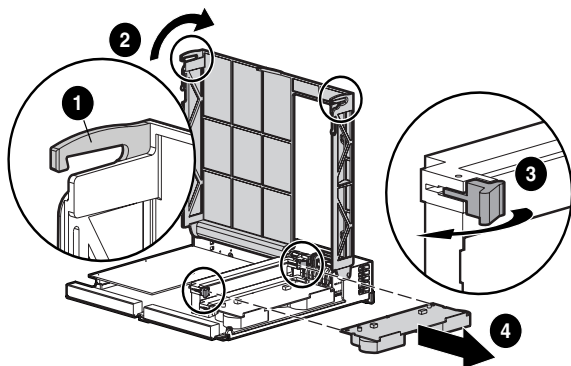

図 3: キャッシュ モジュールの取り外し
注記： 図3のコントローラは、側面および背面を見せるために回転させてあります。
1. ラッチ ハンドルを正面に向けコントローラを上向きにした状態で、背面下部の左右にあるコントローラ カバー クリップ ① を見つけてください。
2. コントローラ背面のコントローラ カバー クリップ ① のラッチを外し、カバーを持ち上げます ②。図3 参照。
3. キャッシュ モジュールを所定の位置に固定しているクリップ ③ を、同時に開きます。
4. コントローラ ボードから、キャッシュ モジュールをそっと引き抜きます ④。